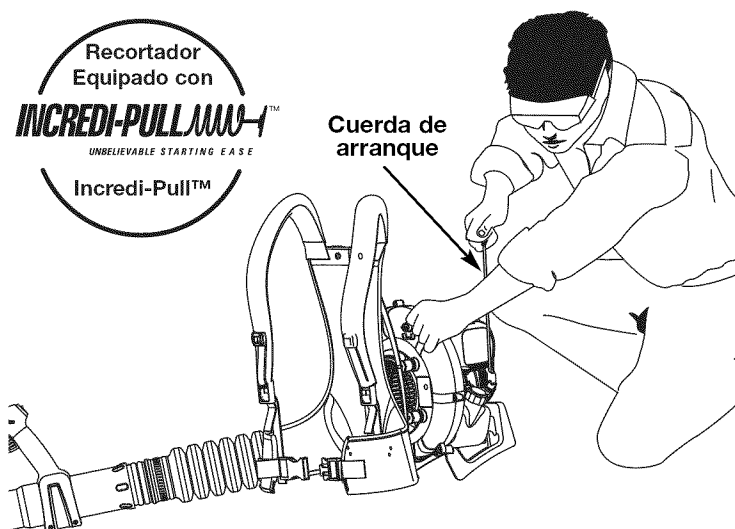

Fig. 17
**ADVERTENCIA:** Evite los arranques accidentales. Colóquese en posición de inicio cuando tire de la cuerda de arranque (Fig. 17). El operador y la unidad deben estar en una posición estable al arrancar la unidad para evitar graves lesiones personales. Para evitar lesiones personales graves, asegúrese de que los tubos de la sopladora estén colocados antes de hacer funcionar la unidad.